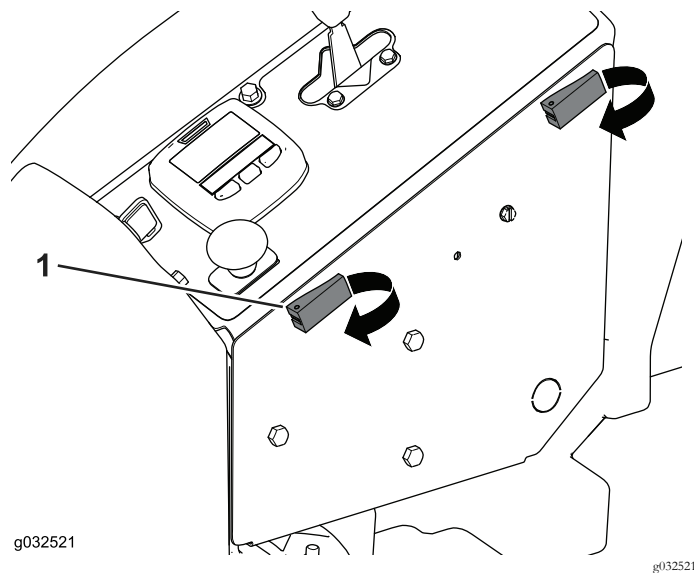

Figura 39
- Gire los cierres de expansión y abra el compartimento de controles del operador (Figura 39).